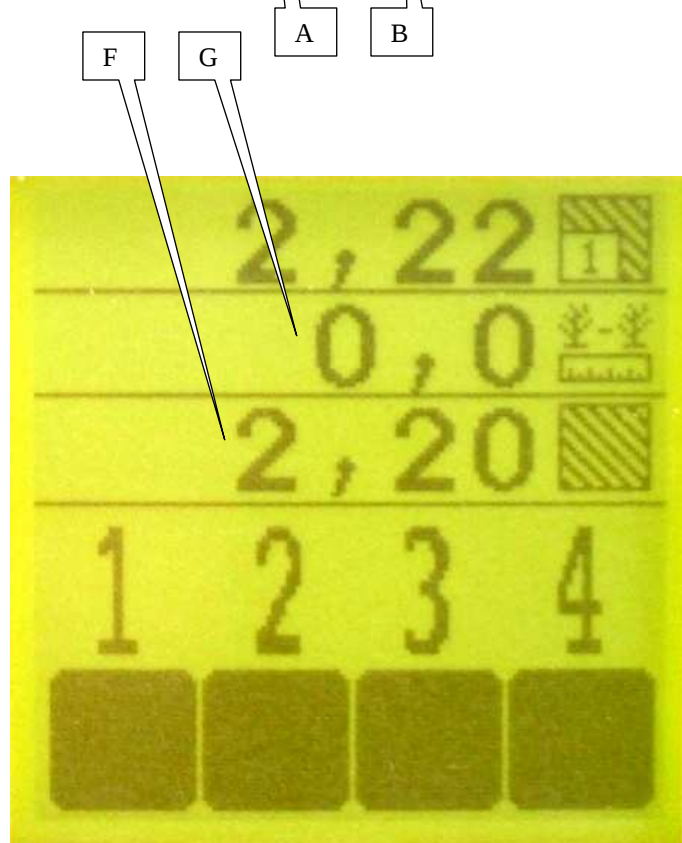

Fig. 2
Esempio (Fig. 2):
Appuyer sur les touches  ou  pour faire défiler les lignes et ainsi visualiser les lignes cachées (Fig. 2).
- F : compteur de surface total (Fig. 2)
- G : distance moyenne entre graines (Fig. 2)
Press the  or  keys to scroll through the lines and so view the hidden lines (Fig. 2).
- F: total surface area meter (Fig. 2)
- G: average distance between grains (Fig. 2)